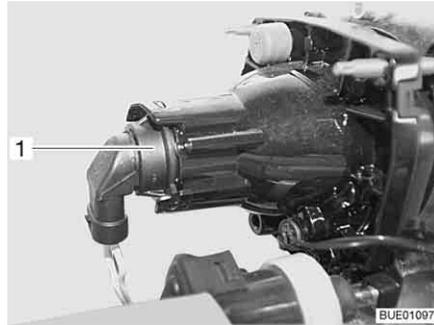

Fig. 285 Feu de croisement/feu de position/feu de route
- Placer la main derrière le support de lampe (Fig. 285,1).